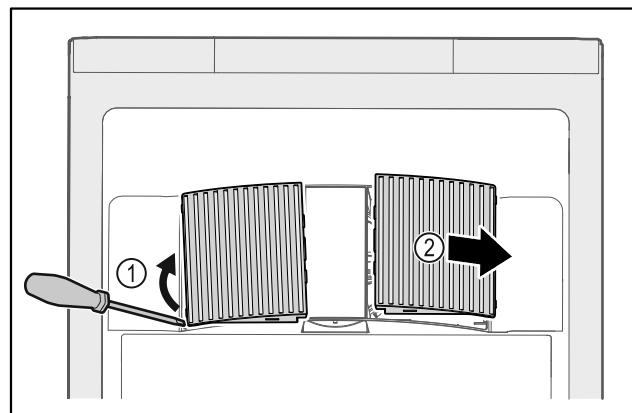

Fig. 59
- Pokrov ventilatorja previdno dvignite s strani Fig. 59 (1) in ga odstranite v smeri naprej Fig. 59 (2).